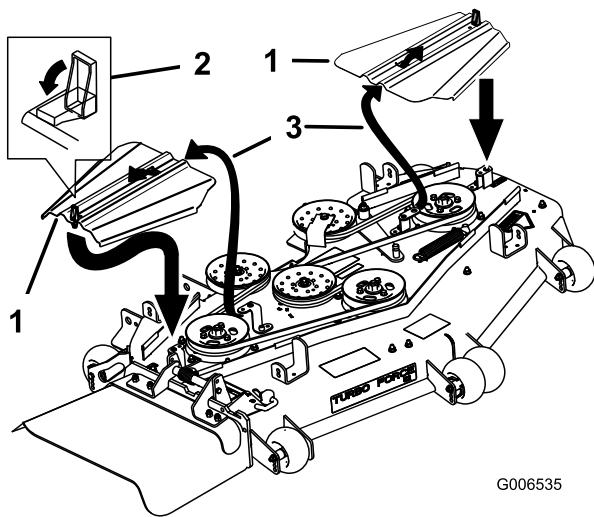

Figura 65
12. Instale las cubiertas de las correas deslizando la cubierta sobre la pestaña, instale los pernos y cierre los enganches (Figura 65).